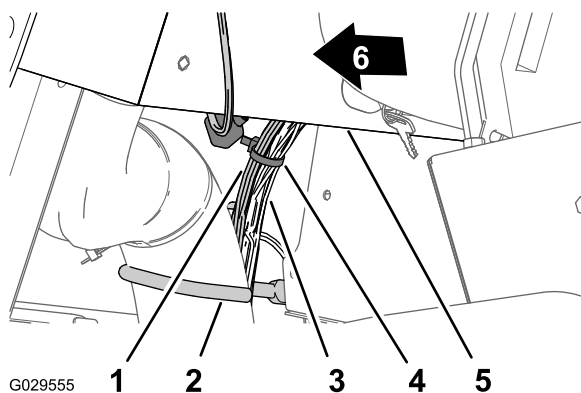

Bild 17
5. Befestigen Sie den Armaturenbrettzweig des Kabelbaums neben dem Kabel und Schlauchhaken mit einer Kabelbinde am Kabelbaum der Maschine (**Bild 17**).